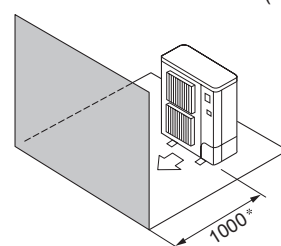

Fig. 2-6
- ④ Obstacles à l'avant (Fig. 2-6)